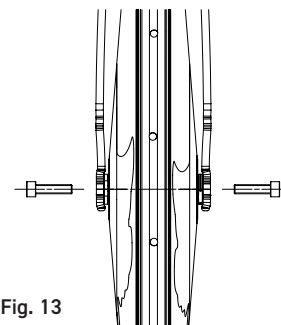

Fig. 13
- Avvitare parzialmente le due viti fornite con la ruota con chiave a brugola da 5 mm (Fig.13).